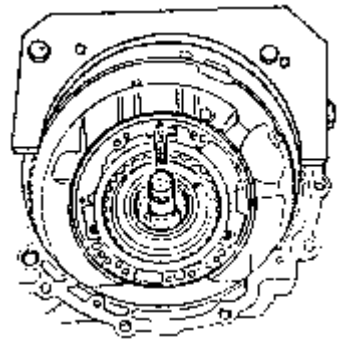

图 7-71 取出离合器
8) 将所有的离合器连同支撑管、B2 摩擦片、弹簧和弹簧头一起取出，如图 7-71 所示。